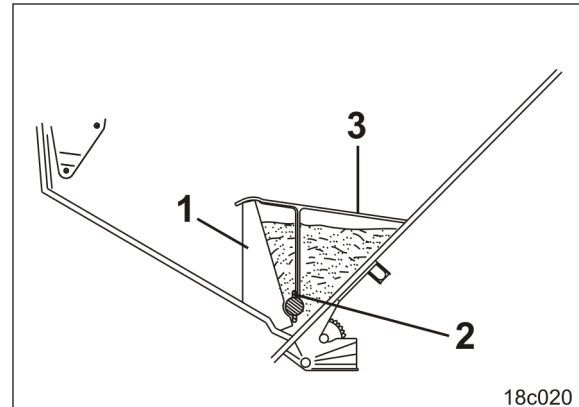
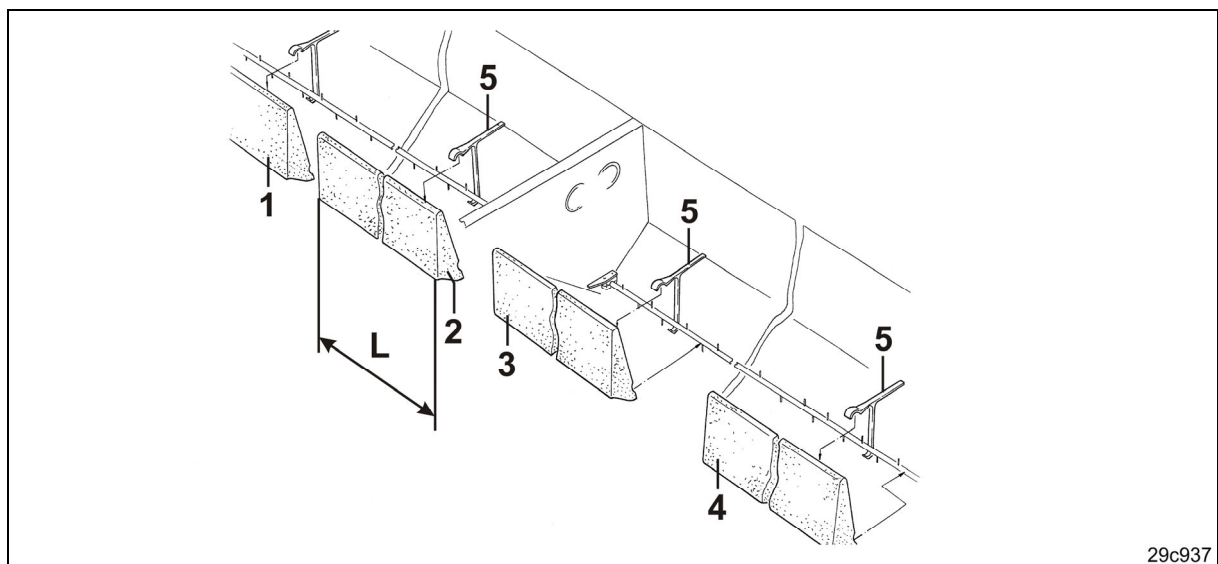

Fig. 146
Fig. 147
Still røretappene (Fig. 146/2) loddrett, når røreakselen ikke har runde røreelementer, se kapitel Røreakselstøtte, side 68.
2. Fest rapsinnsatsprofilene (Fig. 146/1) med klemmer (Fig. 146/3) i sågodsbeholderen, se monteringskissen (Fig. 147).